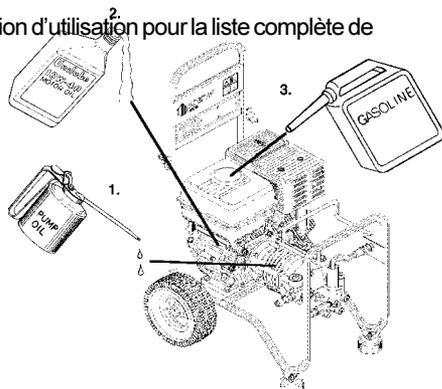

Figure 3.2 - Raccordements
3. La lance est munie de deux buses, une buse à haute pression et une à basse pression. Lorsque la soupape réductrice de pression (1) est complètement fermée, (tournée dans le sens des aiguilles d'une montre -B), n'utiliser que la buse haute pression - fonctionnement haute pression. Lorsque la soupape réductrice est complètement ouverte (tournée dans le sens contraire des aiguilles d'une montre -A) utiliser les deux buses - fonctionnement basse pression/addition de détergents. La pression peut varier entre ces deux positions. (Voir figure 3-2 - Poignée gâchette, accessoires)
9. Débrancher les tuyaux de la machine (voir figure 3-2 - Branchements).